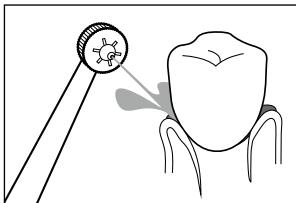
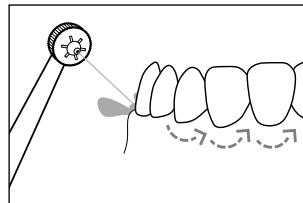

Fig. 8
Fig. 9
- Tænd først for håndstykket ⑤, når det er inde i munden, så du undgår vandsprøjt.
- ♦ Tænd for håndstykket ⑤ ved at stille tænd/sluk-knappen **I/O** til vandstrålen ④ på håndstykket ⑤ på I.
- ♦ For at rense tænderne skal du rette vandstrålen mod tændernes mellemrum og kanter. Hold børstehovedet ②, så vandstrålen kan skylle madresterne væk fra tandkødet (se fig. 8). Bevæg børstehovedet ② langsomt langs kanten af tænderne fra mellemrum til mellemrum (se fig. 9). Rens tænderne på både indersiden og ydersiden på denne måde.